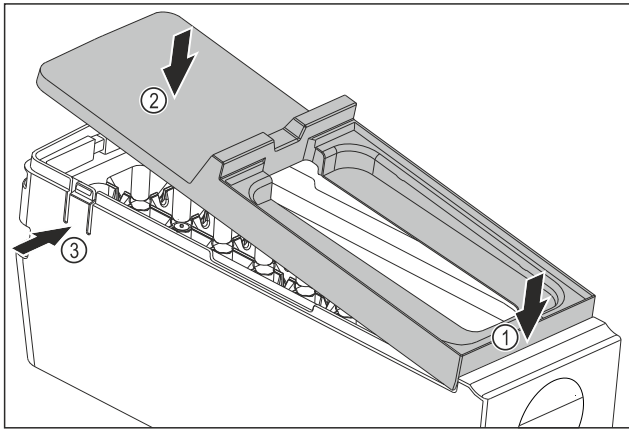

Fig. 133
- ▶ Встановіть кришку корпусу EasyTwist-Ice: Прикріпіть кришку спереду. Fig. 133 (1)
- ▶ Опустіть кришку ззаду. Fig. 133 (2)
- ▷ Кришка зі звуком фіксується в обох виступах Fig. 133 (3).